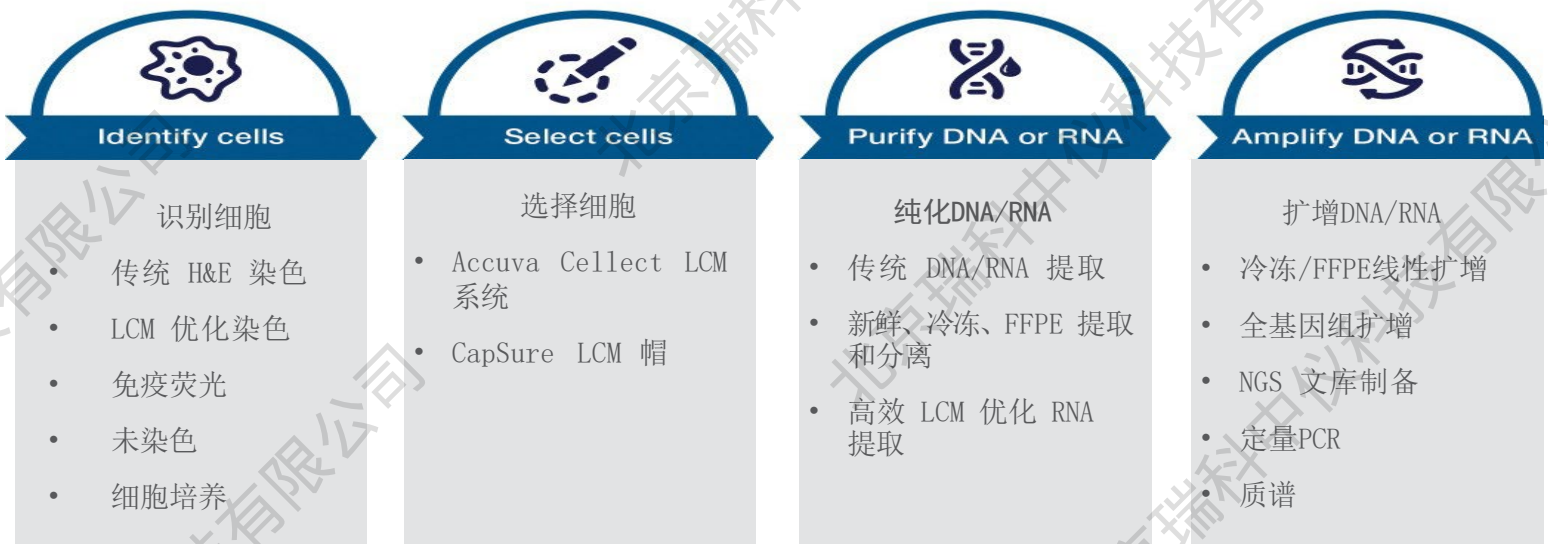

图3. LCM的实验流程。根据微基因组学工作流程所需的样本类型和应用，我们提供各种试剂盒，以便您实施从细胞识别与选择到RNA和DNA分离与纯化的诸多步骤。
红外 (IR) 激光捕获和紫外 (UV) 激光切割构成的独特搭配，可使用任何类型的载玻片和样本制备方法进行无污染样本收集 (图3)。选择用于接触式显微切割的玻璃膜玻片，或用于非接触式显微切割的金属框架膜玻片。与其他系统不同，Accuva Collect LCM系统也可使用普通载玻片。
从组织染色和激光捕获显微切割仪器，到提取试剂盒、扩增试剂盒，我们为您提供微基因组学项目所需的一切产品 (图3)。